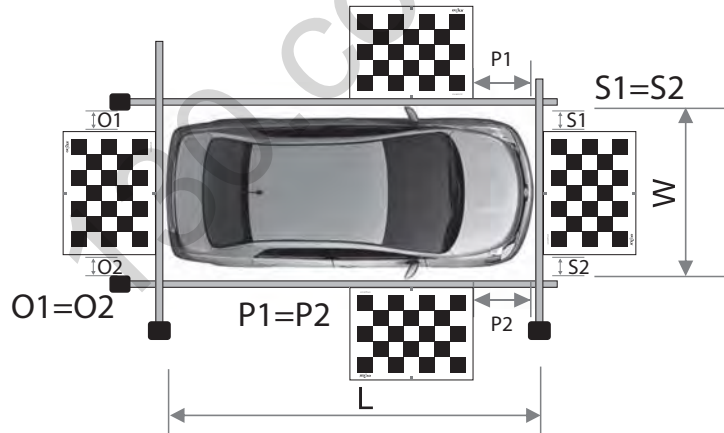

Рис. 4
1. Расположите калибровочные плакаты напротив каждой камеры согласно схеме ниже (Рис. 4). Красные метки на переднем и заднем калибровочных плакатах должны совпадать с центральной осью автомобиля. Красные метки на боковых калибровочных плакатах должны совпадать с уровнем зеркал автомобиля (местом установки камер в зеркалах).
2. Выполните измерения расстояний L , W , $P1$, $P2$ (Рис. 4).